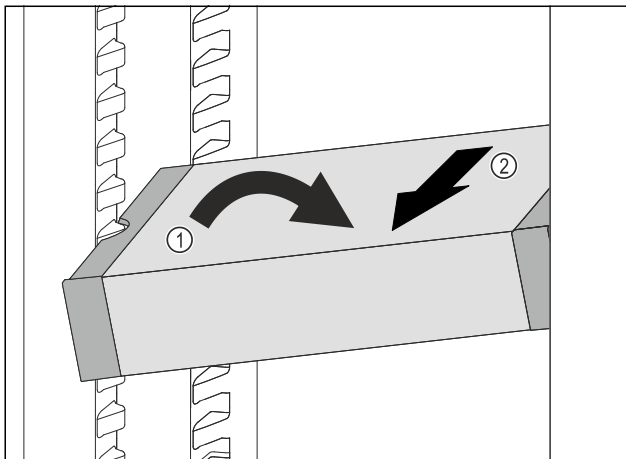

Fig. 115
- ▶ VarioSafe im Kühlteil schräg stellen. Fig. 115 (1)
- ▶ VarioSafe nach vorne entnehmen. Fig. 115 (2)